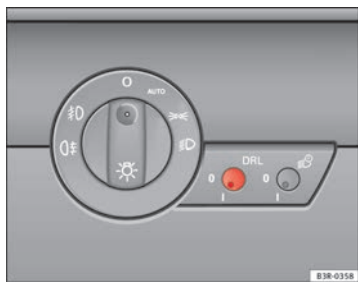

Fig. 90 Conmutador de la luz diurna
- Pulse brevemente el botón ⇒ fig. 90 para sacarlo de su posición.